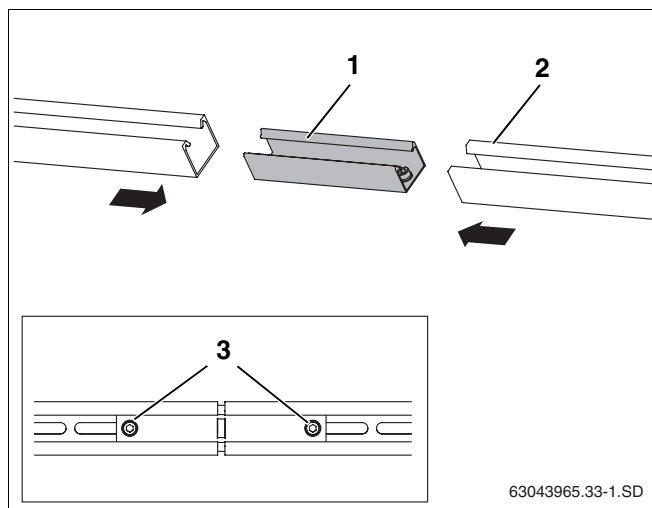

fig. 31 Ligar os perfis
- ▶ Introduzir o ligador de encaixe (fig. 31, **item 1**) até ao batente nos dois perfis (fig. 31, **item 2**).
- ▶ Para fixar os dois pernos roscados M10 pré-instalados (fig. 31, **item 3**) no ligador de encaixe, apertar com a chave SW5.